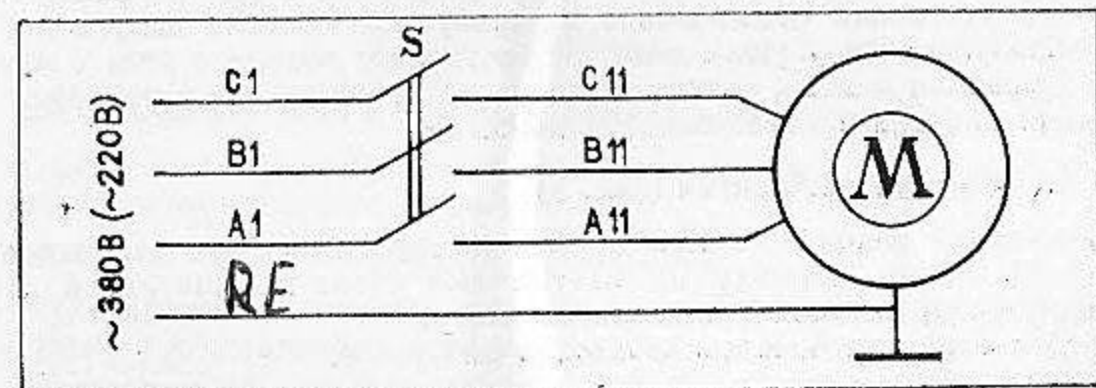

Рис. 2
5.5. Электрическая схема заземления (рис. 2)